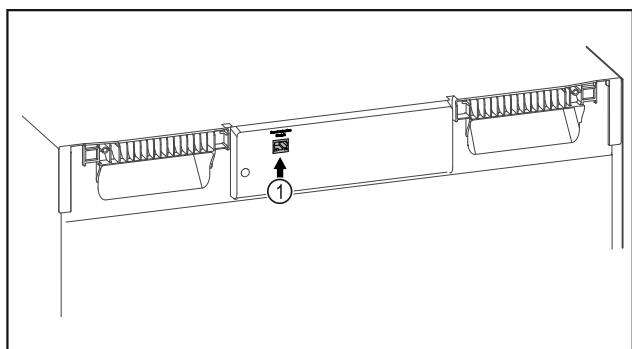

Fig. 108
- SmartModule Fig. 108 (1) 已使用。